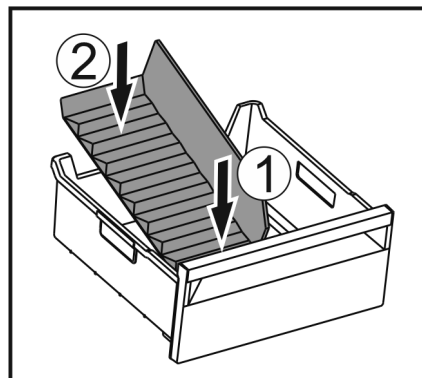

Fig. 154
- ▶ Установите переднюю часть разделителя отделения для льда. Fig. 154 (1)
- ▶ Опустите заднюю часть разделителя отделения для льда на дно выдвижного ящика. Fig. 154 (2)